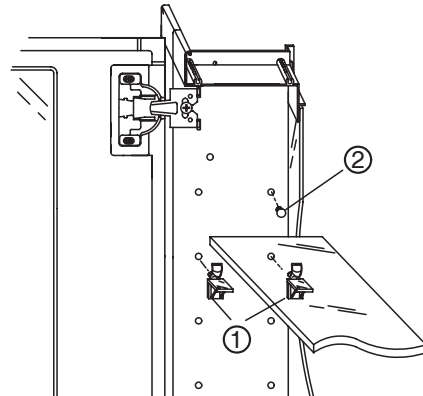

Fig. 15 图15
5. Installing the shelves- see Fig. 15
5. 安装玻璃层板 - 见图 15